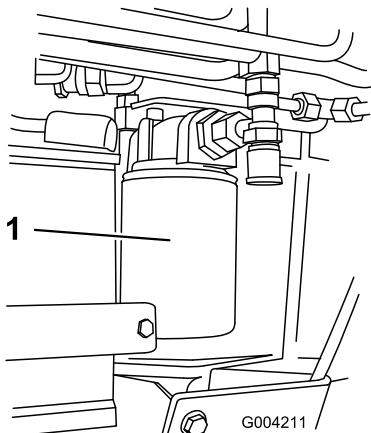

Figura 54
4. Coloque un recipiente debajo del filtro (Figura 54).
5. Retire el filtro usado (Figura 54) y límpie con un paño la superficie de la junta del adaptador del filtro.
7. Instale el filtro hidráulico nuevo en el adaptador del filtro (Figura 54). Apriete el filtro en el sentido de las agujas del reloj hasta que la junta de goma entre en contacto con el adaptador del filtro, luego apriete el filtro 3/4 de vuelta más.